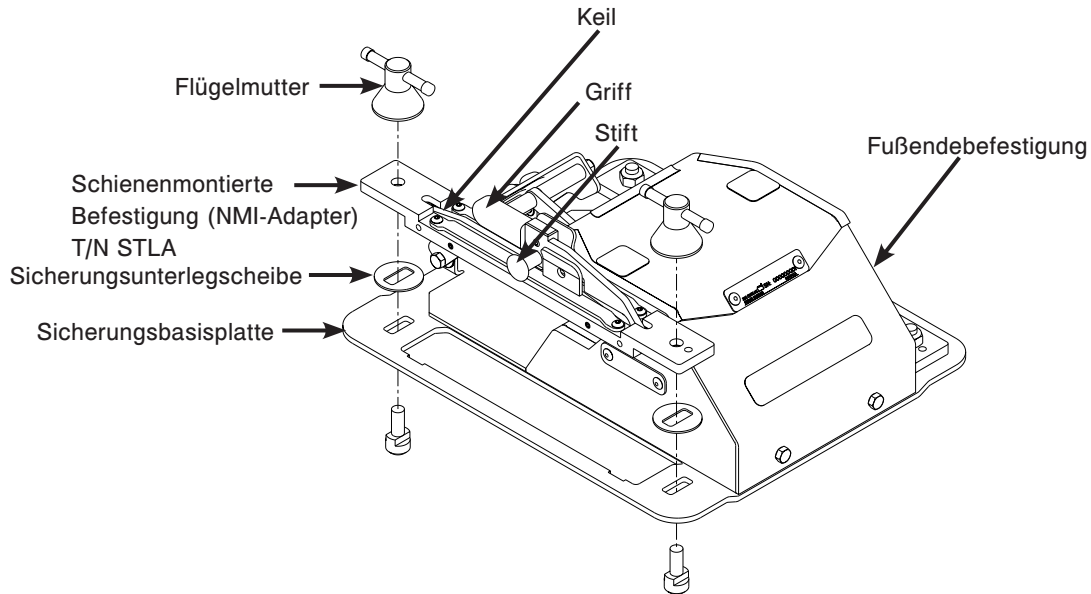

Abbildung 9 - Montage der Fußendebefestigung
1. Die vier im Lieferumfang enthaltenen Sicherungsunterlegscheiben (T/N 6388-001-080) zwischen der schienenmontierten Befestigung (NMI-Adapter) und der Sicherungsbasisplatte der Fußendebefestigung positionieren, wie in Abbildung 9 dargestellt.
2. Die Flügelmuttern leicht anziehen, um die schienenmontierte Befestigung (NMI-Adapter) an der Sicherungsbasisplatte der Fußendebefestigung anzubringen, wie in Abbildung 9 dargestellt.